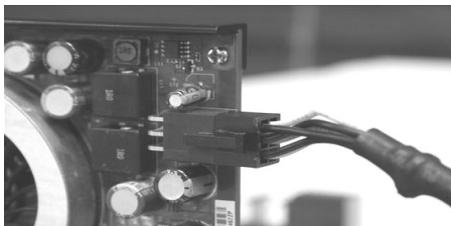

图 2-35 显卡的专用电源线
(3) 显示卡插入插槽中后，用螺钉固定显示卡。固定显示卡时，要注意显示卡挡板下端不要顶在主板上，否则无法插到位。拧紧挡板螺钉时要松紧适度，注意不要影响显示卡插脚与 PCI-E 槽的接触，以避免引起主板变形。
(4) 如果显示卡有专用的供电接口，要插好显示卡供电口的电源线。有些显示卡，由于功率大，设计有专用的 12V 供电插口，要接上专用的供电电源线才能正常工作，如图 2-35 所示。